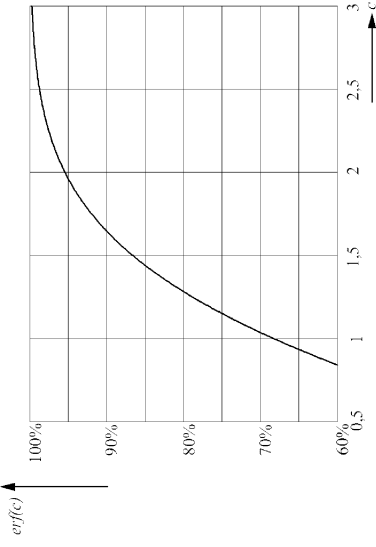

Bild 6: Gaußsche Fehlerfunktion
- Hinweis: Die Gaußsche Fehlerfunktion $\text{erf}(x)$ finden Sie in Bild 6.